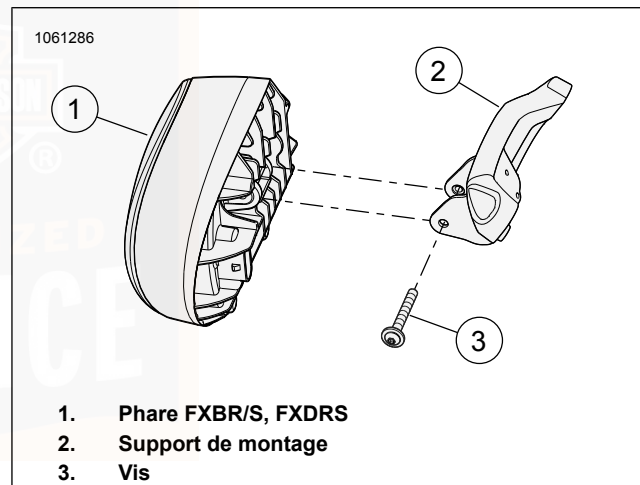
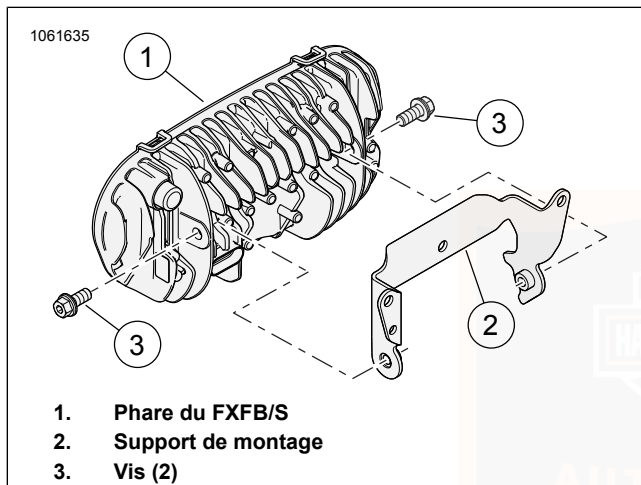

Figure 81. Réglage du phare
Figure 82. Réglage du phare
2. Voir Figure 81 et Figure 82. Desserrer la vis de réglage vertical (3). Régler le phare verticalement jusqu'à ce que le faisceau soit centré sur la ligne horizontale.
3. Serrer la vis de réglage vertical (3) :